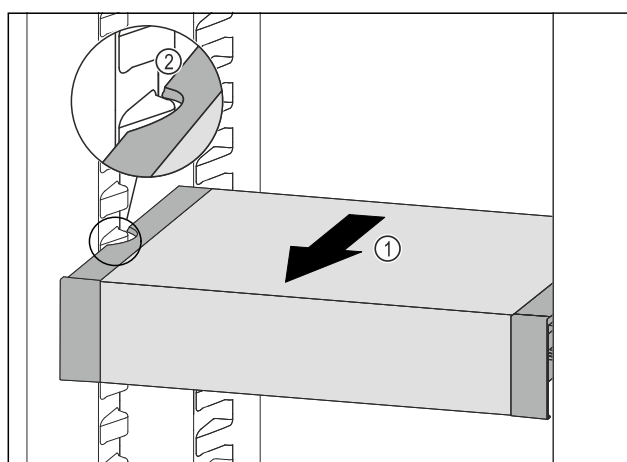

Fig. 110
- ▶ Træk VarioSafe fremefter Fig. 110 (1), indtil udsparringerne i siden på VarioSafe er på niveau med beholderribben i kølesektionen. Fig. 110 (2)